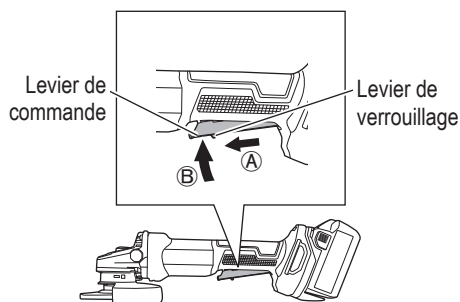

Fig. 16
Pour mettre l'outil en marche, poussez le levier de verrouillage dans la direction de (A) et appuyez sur le levier de commande dans la direction de (B) comme indiqué sur la Fig. 16. Relâchez le levier de commande pour arrêter l'outil.